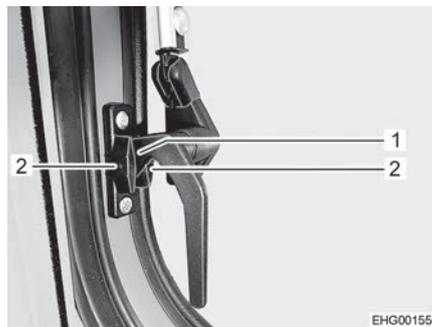

Fig. 42 Palanca de bloqueo de al lado (posición "Ventilación continua")
- Girar las palancas de bloqueo de al lado un cuarto de vuelta hacia abajo. En esto, introducir el saliente de bloqueo (Fig. 42,1) entre las dos mitades del bloque de bloqueo.